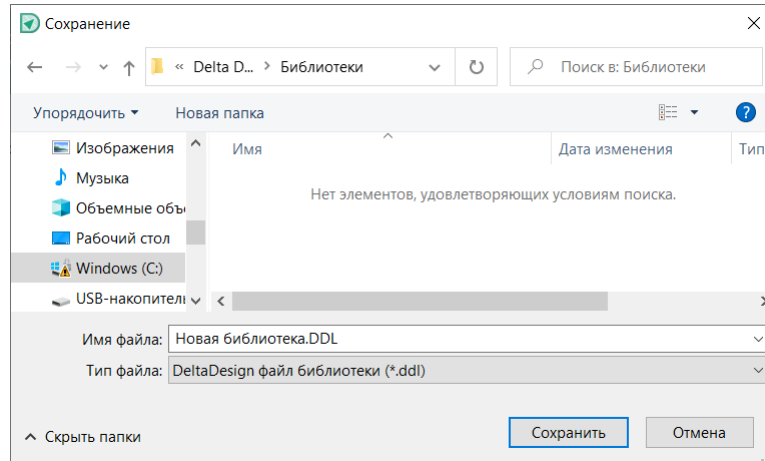

Рис. 32 Окно проводника для выбора полного имени экспортируемого файла
**Примечание!** Для отображения окна проводника «Сохранение» можно воспользоваться иконкой , расположенной в правой части поля «Имя файла», и выбрать полное имя экспортируемого файл формата **.ddl**, см. Рис. 32